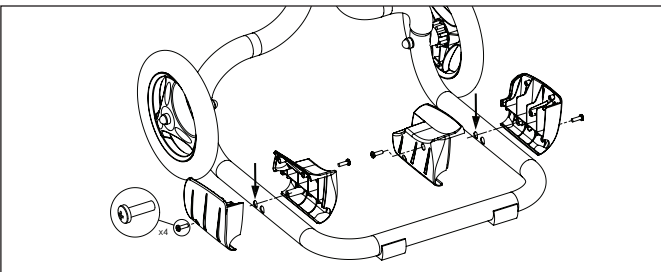
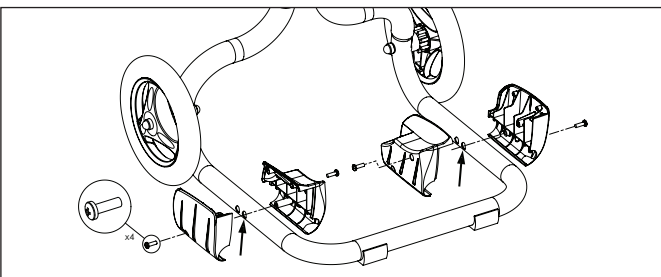

Figure 10. Fixation des blocs d'appui (Polaris 9300 Sport et 9300xi Sport)
Figure 11. Fixation des blocs d'appui (Polaris 9400 Sport)
8. Fixer les blocs de soutien au boîtier à l'aide des quatre (4) vis, comme illustrées aux figures 10 et 11. Pour que les Polaris 9300 Sport et 9300xi Sport, voir la figure 10 pour l'orientation et le positionnement des blocs. Pour le Polaris 9400 Sport, voir la figure 11 pour l'orientation et le positionnement appropriés des blocs.